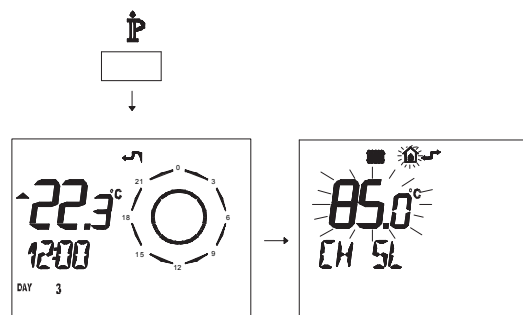

Figura 5.41
- Premere per più di 3 secondi il pulsante per entrare in modalità **INFO** (Figura 5.41).